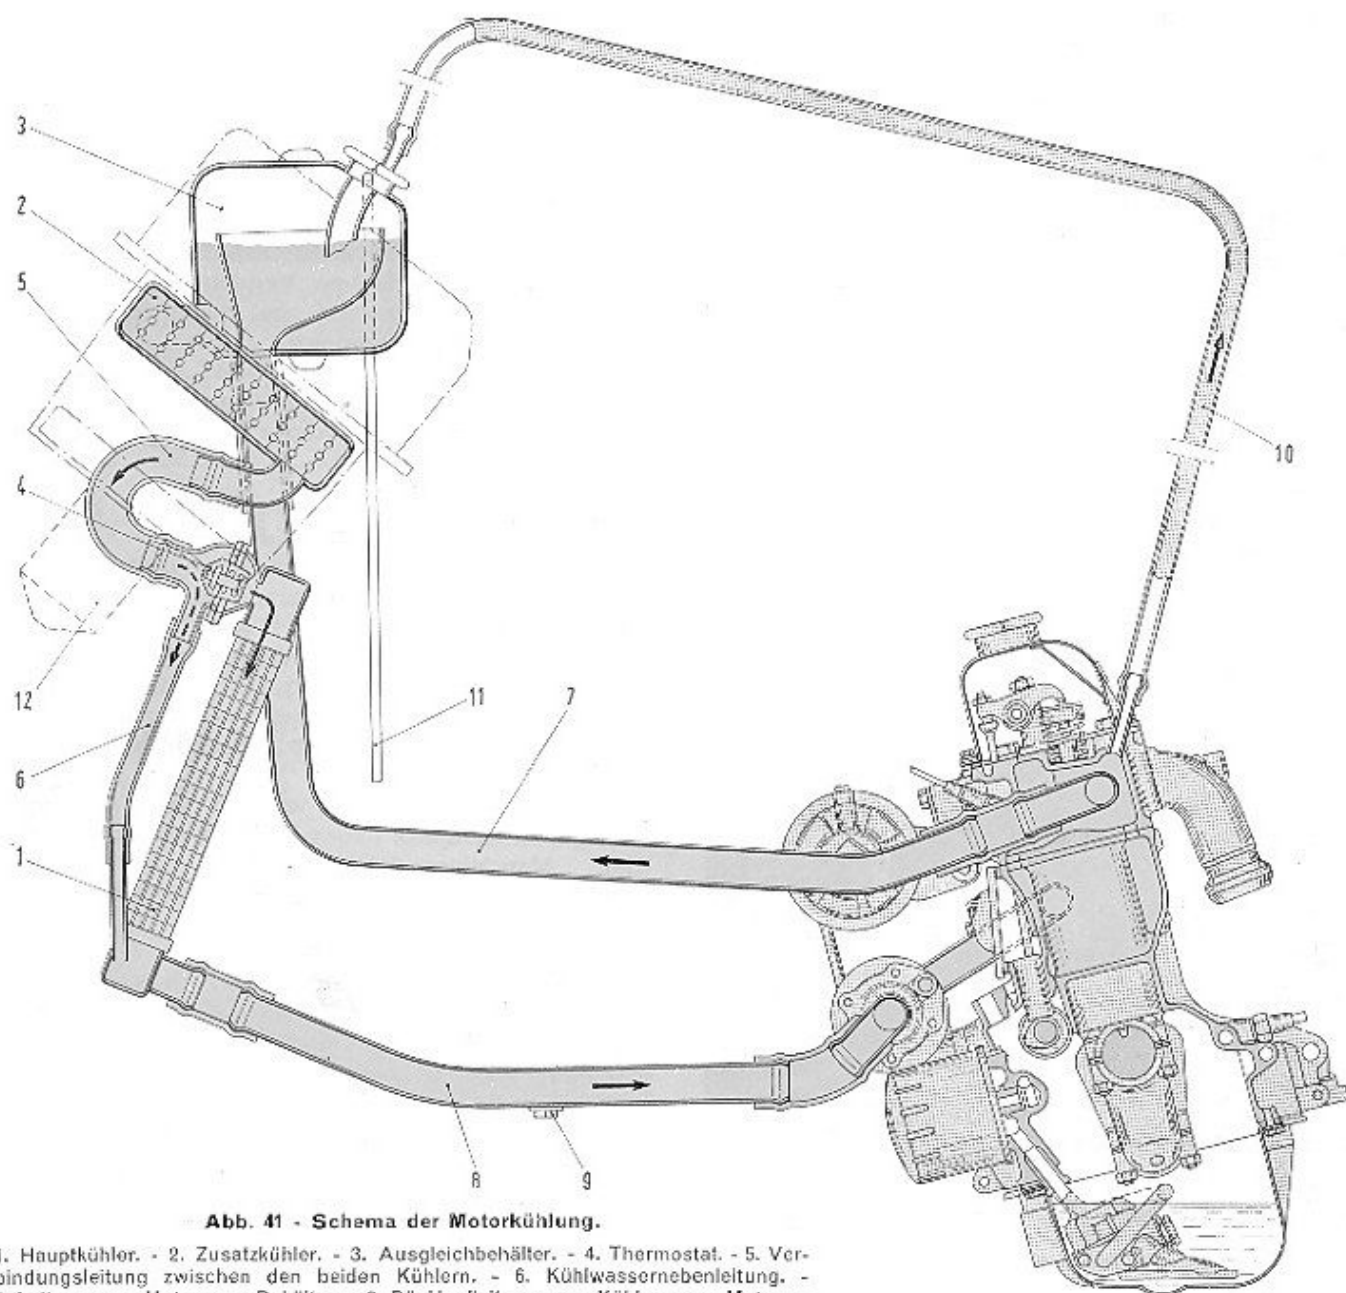

Abb. 41 - Schema der Motorkühlung.
Im Kühlkreislauf befinden sich zwei Kühler (Abbildung 41), und zwar ein Hauptkühler (1) und ein
Die Leitung (10, Abb. 41) ermöglicht den Abzug der Dämpfe im Zylinderkopf zum Behälter. Wenn der Druck im Behälter  $0,8 \text{ kg/cm}^2$  erreicht, dann wird der Druck abgelassen durch das Ventil im Verschlussdeckel des Behälters und durch die Leitung (11).
– bei kaltem Motor ist der Thermostat (4, Abb. 41), welches den Kühlfluss in der Hauptleitung (5) unterbricht, vollkommen geschlossen und der Ventilator (12) ist ausgeschaltet; die Kühlflüssigkeit zirkuliert vom Zusatzkühler über die Leitung (5) und die Nebenleitung (6) mit verringertem Durchmesser (By-pass) in das untere Teil des Hauptkühlers und von da aus über die Leitung (8) in den Motor.